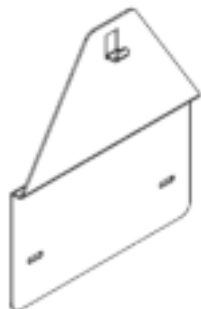

Рисунок 6. Переходная планка
7.2.3 При установке аппарата на место, где ранее был установлен аппарат марки «NEVA» или «BaltGaz», который крепился к стене с помощью двух крючков, можно выкрутить данные крючки и использовать отверстия для установки переходной планки (см. рис. 6). Переходная планка 124610-00.050 позволяет смонтировать аппарат с использованием уже имеющихся крепежных отверстий в стене. Переходная планка приобретается отдельно в фирменных магазинах или на сайте [baltgaz.ru](http://baltgaz.ru).